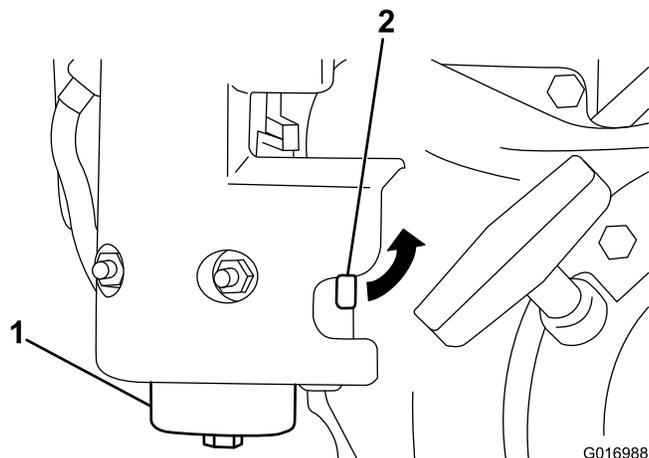

Рисунок 32
1. Закройте топливный запорный клапан и выверните стакан из корпуса фильтра (Рисунок 32).